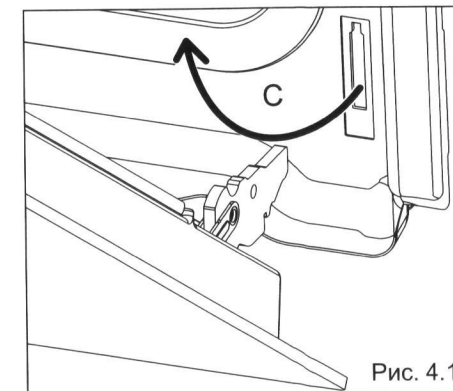

Рис. 4.10
- Вытащите крючки шарнирного соединения из пазов, как показано стрелочкой "С" (рис. 4.10).